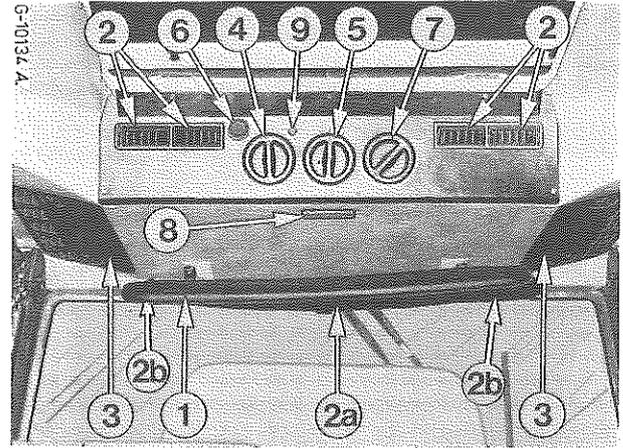

Figure 14
NOTE : Lorsque vous nettoyez l'extérieur de la cabine au jet d'eau, tournez la commande (7) Fig. 14 en position «recyclage».